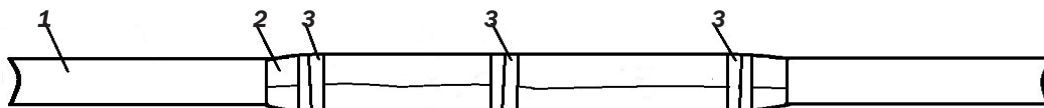

Рис. 15. Установка экрана над сростком:
5.16 Лист фольги, без натяжения накладывают на сросток и наматывают на него до конца. Руками в чистых рабочих перчатках (или перчатках) фольгу аккуратно обжимают до плотной посадки на сросток. Наружный край листа фольги фиксируют бандажами из липкой виниловой ленты (см. рис. 15).